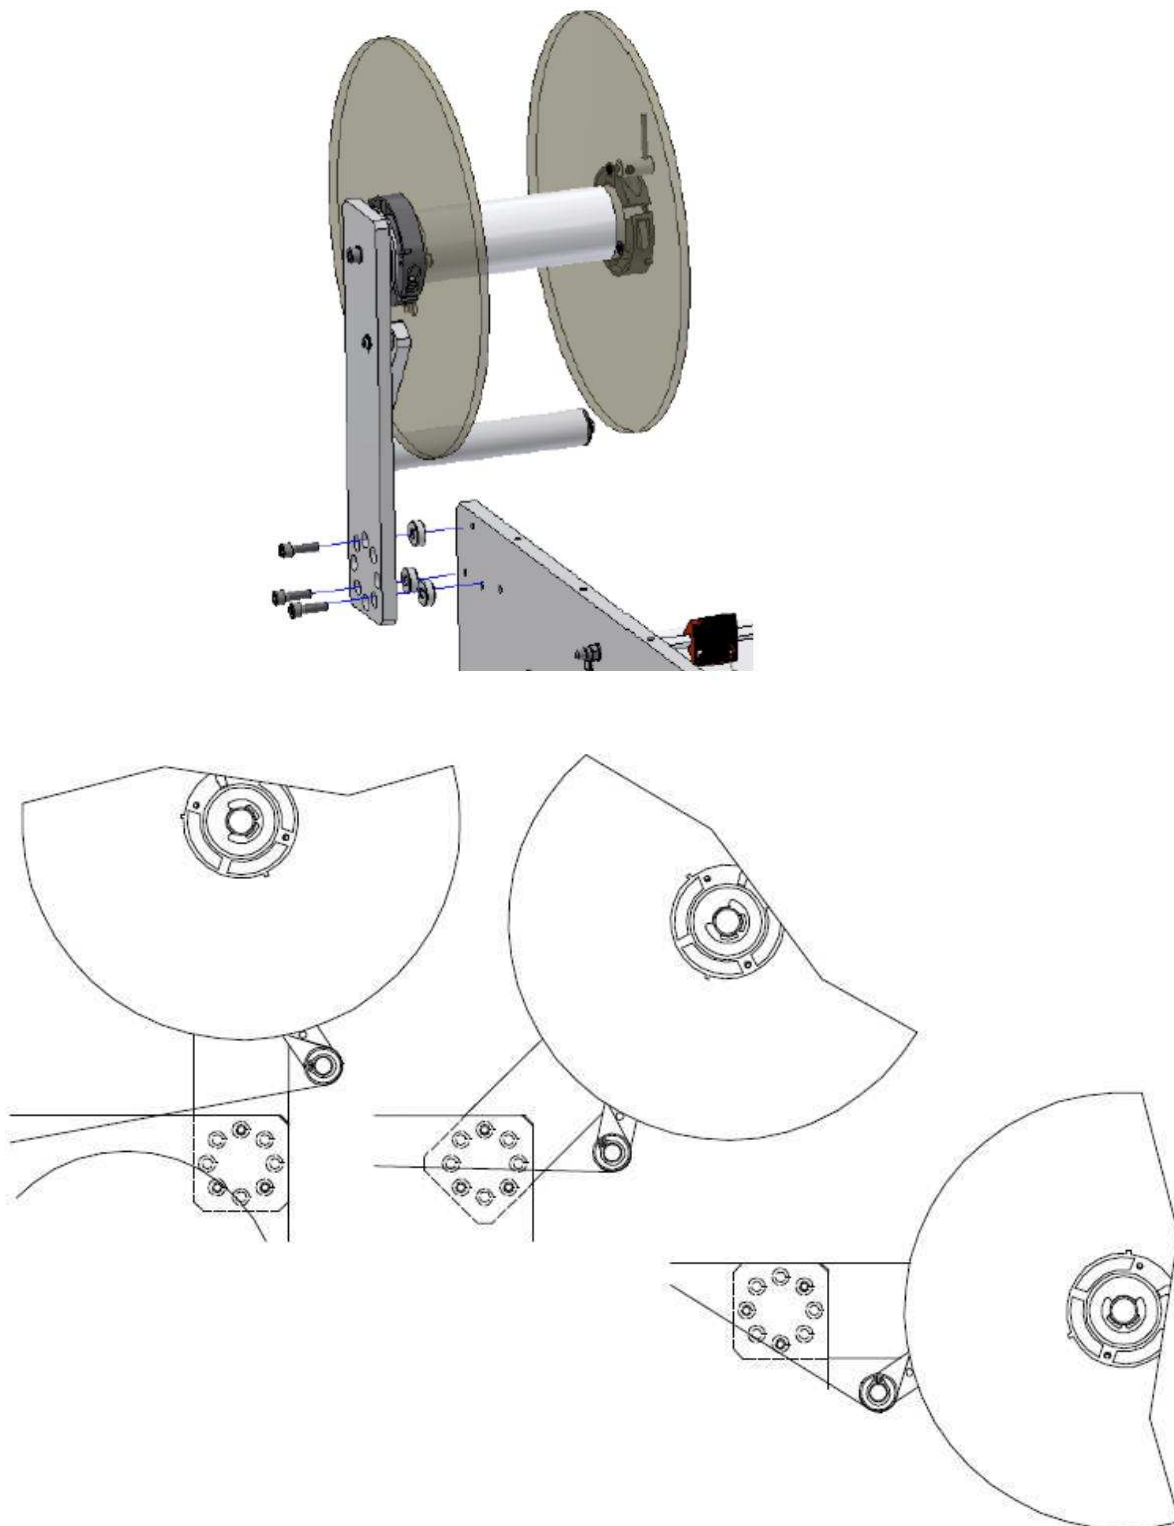

FIGURA 6
- * **Assemblare** il supporto magazzino alle flange come rappresentato nella figura 6, utilizzando le tre viti e i tre distanziali in dotazione.